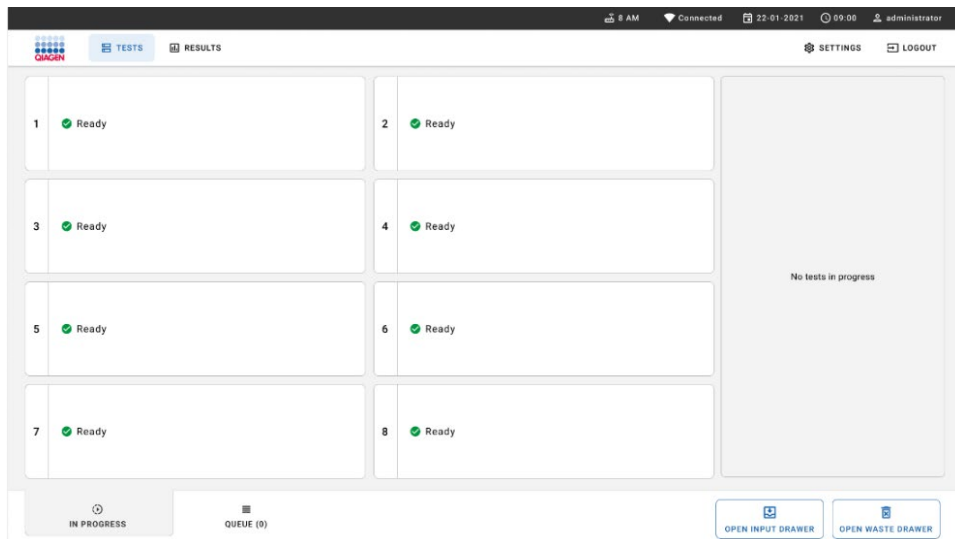

Figure 53. Écran de test principal.
1. Appuyez sur le bouton **OPEN WASTE DRAWER** (Ouvrir le tiroir à déchets) dans le coin inférieur droit de l'écran principal de test (figure 53).
3. Fermez le tiroir à déchets après avoir retiré les cartouches. Le système analyse le plateau et revient à l'écran principal (figure 53). Si le plateau a été retiré à des fins de maintenance, assurez-vous qu'il est correctement inséré avant de fermer le tiroir.
4. Appuyez sur le bouton **OPEN INPUT DRAWER** (Ouvrir le tiroir d'entrée) dans le coin inférieur droit de l'écran (figure 53).